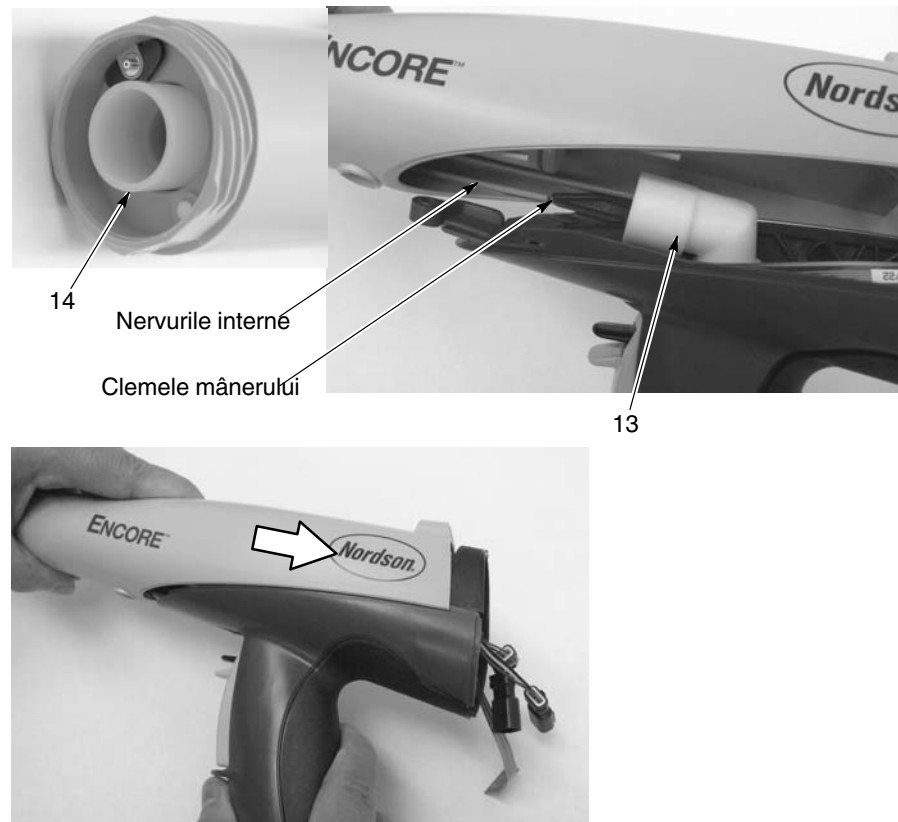

Figura 5-14 Instalarea tubului de evacuare a pulberii
16. A se vedea Figura 5-14. Introduceți tubul de evacuare (14) cu inelele montate prin partea din față a corpului pistolului până când capătul este la același nivel cu capătul corpului pistolului.
17. Asigurați-vă că inelul este montat în canelura de pe tubulatura de admisie a pulberii. Montați cotul (13) la capătul tubului de admisie.